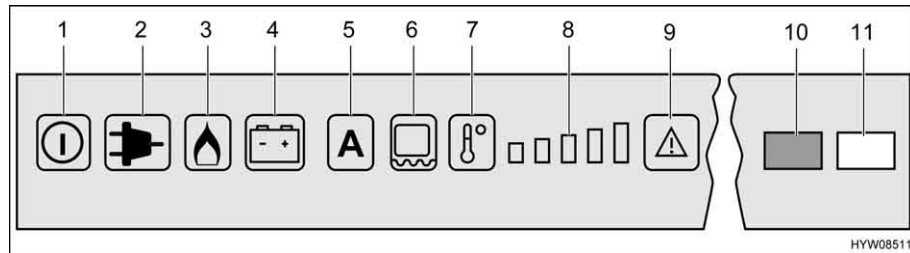

Fig. 229 Elementos de comando para o frigorífico (Dometic RMD)
Se estiver escolhido o modo de serviço "AES" e **não** estiver ligada nenhuma alimentação de 230 V e o motor do veículo estiver **desligado**, o AES escolhe a alimentação a gás. Ao escolher o funcionamento a gás, abre-se automaticamente o dispositivo de bloqueio da ignição para que o gás possa fluir para o queimador. Ao mesmo tempo é ligado o dispositivo eletrónico de ignição. Se a chama se apagar, por ex., devido a uma corrente de ar, o dispositivo de ignição é imediatamente ativado, acendendo novamente o gás. Em caso de avaria no funcionamento a gás, os botões luminosos "Gás" (Fig. 229,3) e "Avaria" (Fig. 229,9) ficam a piscar. A luz piloto "Avaria" (Fig. 229,10) acende-se e ouve-se durante 20 segundos um alarme acústico.
Depois da ligação, o frigorífico escolhe automaticamente a regulação média do termostato. Esta regulação pode ser posteriormente regulada manualmente, usando o botão de escolha do nível de temperatura (Fig. 229,7). As luzes piloto (Fig. 229,8) indicam a regulação escolhida no termostato. Com o botão para a seleção do nível de temperatura, é regulada a temperatura de refrigeração para os três tipos de energia. Demora algumas horas até que o frigorífico tenha atingido a temperatura normal de serviço. Ao comutar o modo de serviço, mantém-se a regulação do termostato. A temperatura de refrigeração é mantida independentemente do tipo de energia.
- Ligar o aquecimento do caixilho durante 2 horas: Prima a tecla (Fig. 229,6) uma vez. Está acesa uma barra no indicador do nível de temperatura (Fig. 229,8).
- Ligar o aquecimento do caixilho durante 5 horas: Prima a tecla (Fig. 229,6) duas vezes. Estão acesas duas barras no indicador do nível de temperatura (Fig. 229,8).
- Regular o aquecimento do caixilho para serviço ininterrupto: Prima a tecla (Fig. 229,6) três vezes. Estão acesas três barras no indicador do nível de temperatura (Fig. 229,8).
O indicador do nível de temperatura (Fig. 229,8) indica durante alguns segundos a duração de funcionamento do aquecimento do caixilho.
A altas temperaturas exteriores e alto grau de humidade podem formar-se gotas de água no caixilho de metal do compartimento congelador. Por isso, o frigorífico está equipado com um aquecimento para o caixilho do compartimento congelador. A altas temperaturas e alto grau de humidade do ar, ligue o aquecimento do caixilho mediante a tecla (Fig. 229,6). Desta maneira, evita-se a formação de corrosão. Quando o aquecimento do caixilho estiver ligado, o botão luminoso acende-se (Fig. 229,6).
- Prima a tecla Ligar/Desligar (Fig. 229,1) durante mais ou menos 2 segundos. O frigorífico liga-se, é indicado o tipo de energia regulado por último ou "AES".
- Regular a temperatura de refrigeração com o botão de escolha do nível de temperatura (Fig. 229,7). As luzes piloto (Fig. 229,8) indicam a regulação escolhida no termostato.
- Prima a tecla Ligar/Desligar (Fig. 229,1) durante mais ou menos 2 segundos. O frigorífico desliga-se, não há mais nenhuma indicação acesa.